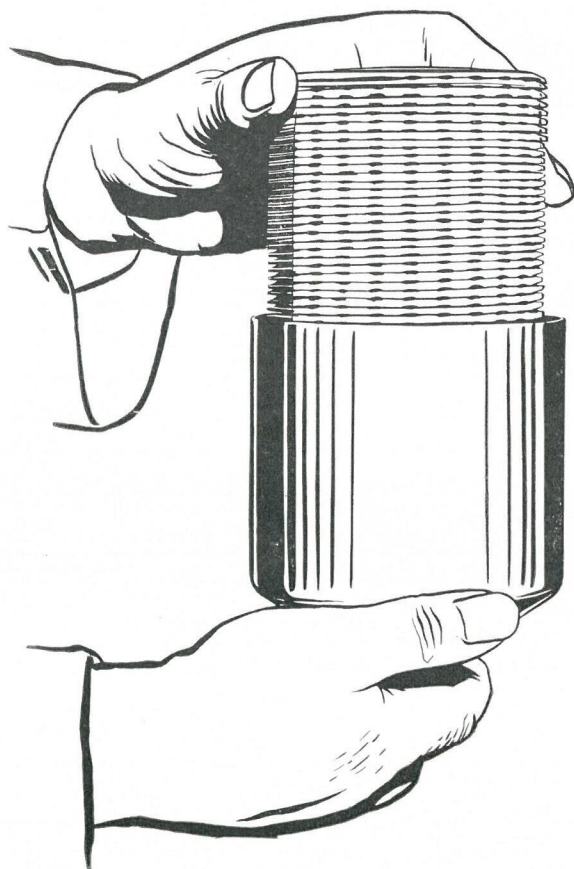

Fig. 10
3. Enlever l'élément et le rejeter (voir Fig. 10).